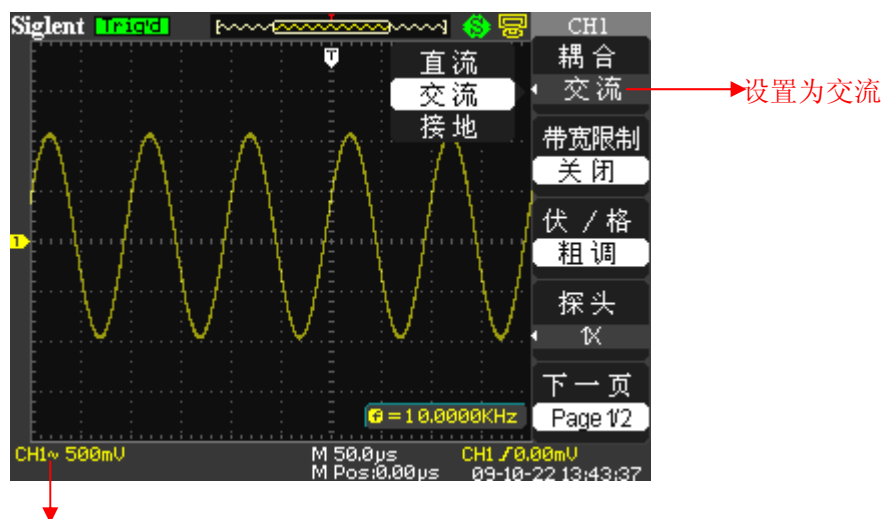

图 2.6-2
- 按“CH1”→“耦合”→“交流”，设置为交流耦合方式。被测信号含有的直流分量被阻隔。如图 2.6-2